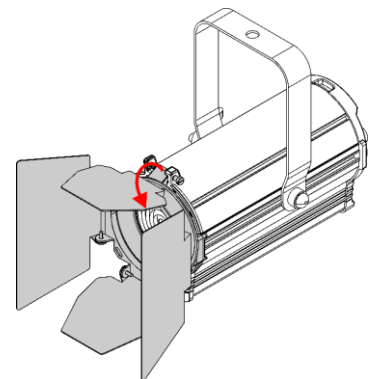

Abb. 09
- 03) Drücken Sie die **Farbrahmenklammer (02)** wieder nach unten, um die **federbelastete Schraube (01)** freizugeben (siehe Abb. 09). Die Barndoor wird dadurch fixiert.